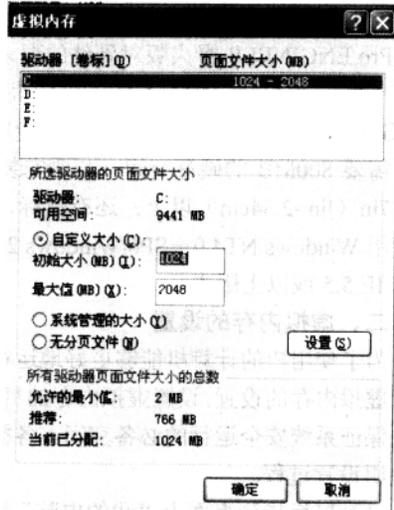

图 1-4 “虚拟内存”对话框
(4) 在“虚拟内存”选项组单击“更改”按钮，显示如图 1-4 所示的“虚拟内存”对话框。在“初始大小”文本框中输入虚拟内存的最小值，在“最大值”文本框中输入虚拟内存允许使用的最大值，例如，如果计算机物理内存为 256MB，初始值一般设置为 1024MB，最大值设置为 2048MB，单击“设置”和“确定”按钮，此时计算机提示用户重新启动机器后设置才有效，然后一直单击“确定”按钮，重新启动计算机后完成设置。虚拟内存可根据计算机硬盘空间的大小进行设置，但初始大小至少要达到物理内存的 2 倍，最大值达到物理内存的 4 倍以上。